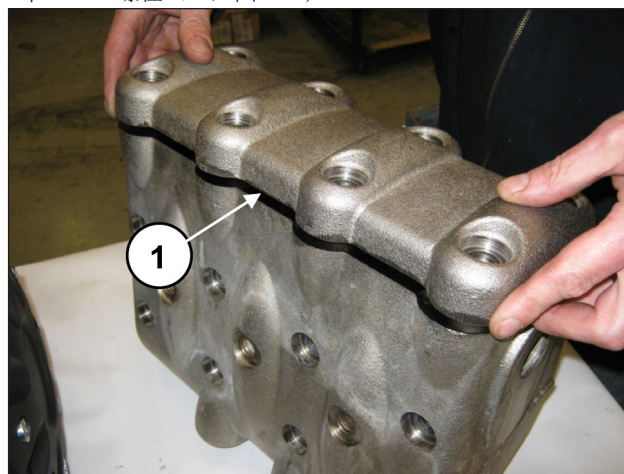
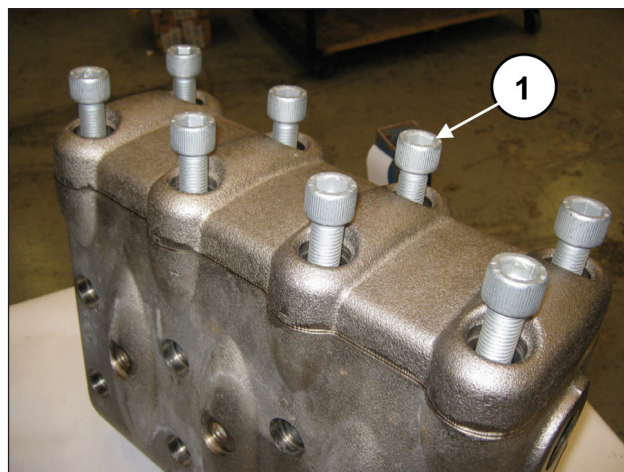

图 132
图 133
将阀塞连同O形圈和抗挤压环插入。阀组和阀塞的安装结束后, 盖上阀盖 (①, 图 132) 并拧紧8个M16x55螺栓 (①, 图 133)。